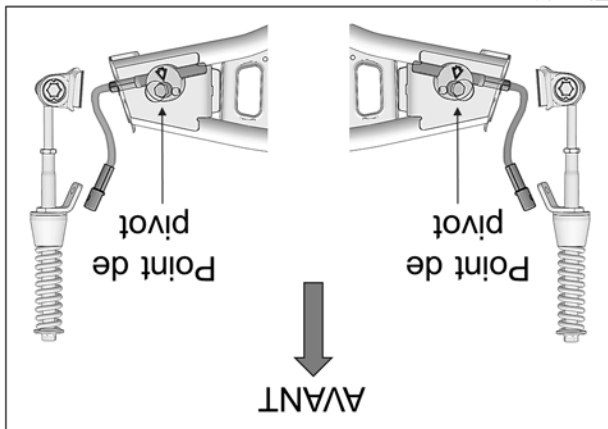

Fig. 19
13. À l'assemblage, assurez-vous que le point de pivot du disque en aluminium soit positionné en avant du câble du limiteur de conduite. Voir la Fig. 19